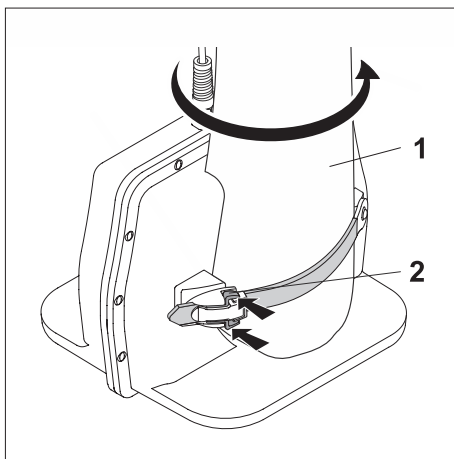

Abb. 37: Markerball-Antenne – Empfänger und Antenne trennen
3. Lösen Sie das Ratschenband (Abb. 37).